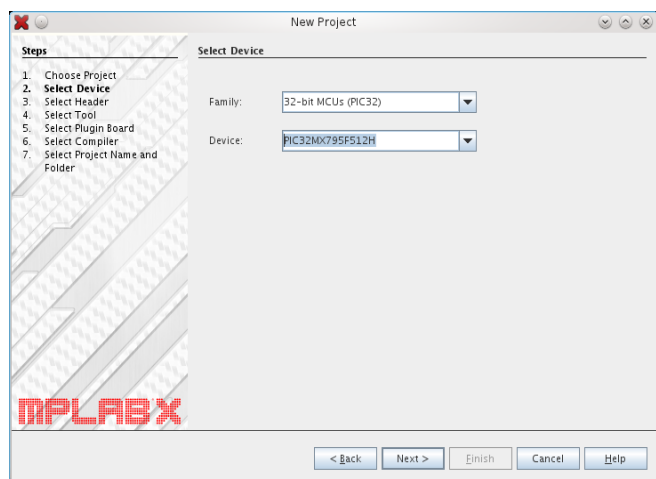

Figura 2
4. Selecionar o microcontrolador PIC32MX795F512H e botão “Next”(Figura 2)